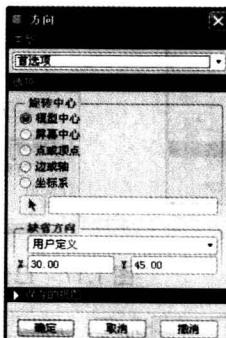
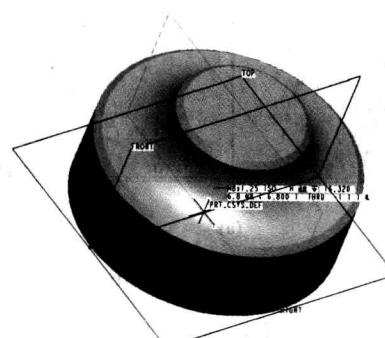

图 1.20 “用户定义”的输入值
图 1.21 “用户定义”示意
③ 用户定义：即以用户所设置的方向作为默认的方向，选择此项时，列表框下方X、Y值文本框被激活，分别设置绕X轴旋转角度为“30”，绕Y轴旋转的角度为“45”，如图1.20和图1.21所示。